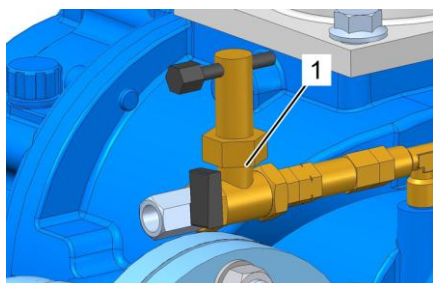

Рис. 66: Шаровой кран
17. Откройте шаровой кран (Рис. 66/1) в шлангопроводе между насосом и компрессором.